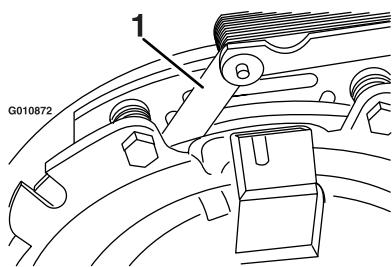
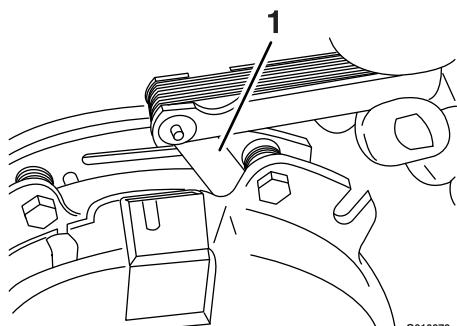

Figura 67
Figura 68
- E. Usando una galga de 0.254 mm (0.010"), compruebe la presencia de un espacio entre el rotor y la cara de la armadura en ambos lados del polo del freno, según se indica en Figura 67 y Figura 68.